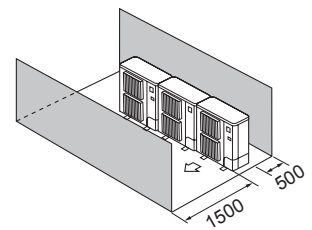

Fig. 2-15
- ④ Takistused ainult ees ja külgedel (Fig. 2-15)